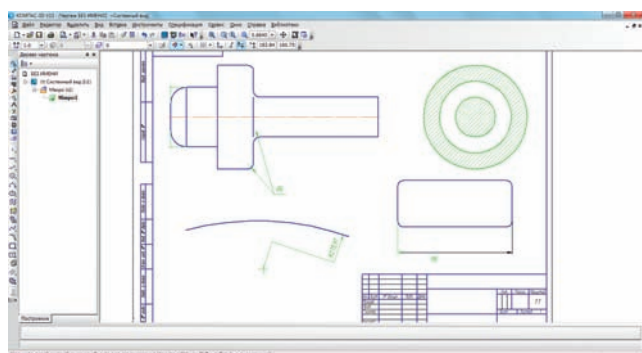

Рис. 12
В систему добавлен новый тип объекта — Условное пересечение, представляющее собой построенные тонкими линиями продолжения объектов до пересечения и точка в месте пересечения (рис. 12); кроме того, в меню геометрического калькулятора при вводе значений координат добавлена команда Условное пересечение, позволяющая снять координаты точки пересечения указанных объектов и создать их условное пересечение. Усовершенствованы параметрические возможности:
- в Радиальном размере с изломом появилась возможность управления изломом: длинами сегментов размерной линии, углом излома (рис. 12);
- в Радиальном размере появилась возможность создания радиального размера с несколькими ответвлениями (рис. 12) (ответвления формируются автоматически при указании дуг и/или окружностей одинакового радиуса);